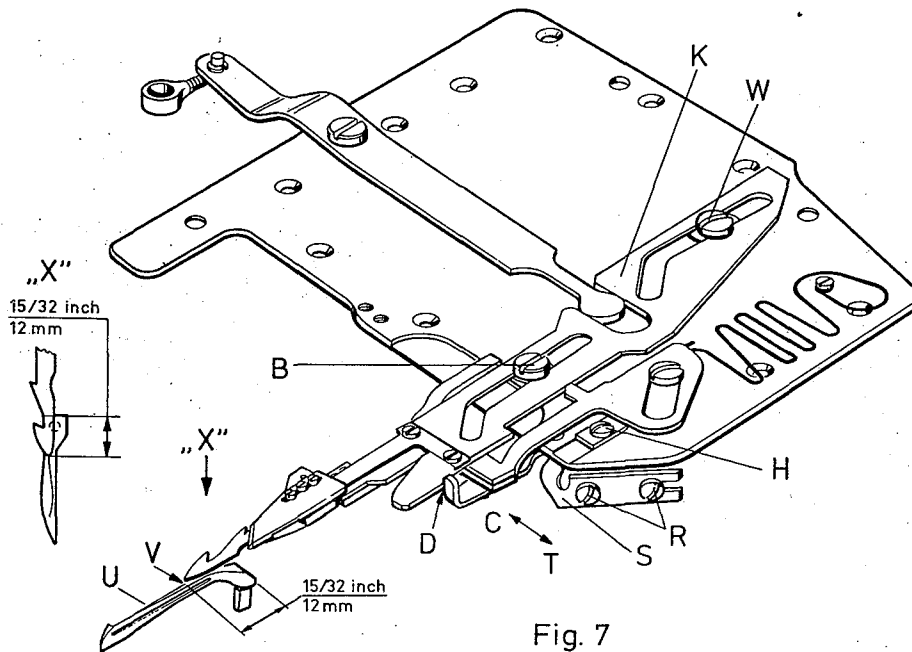
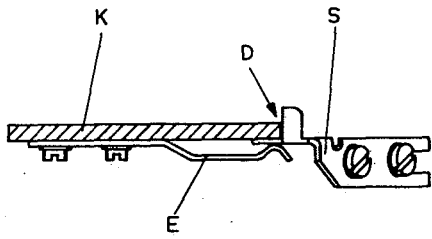
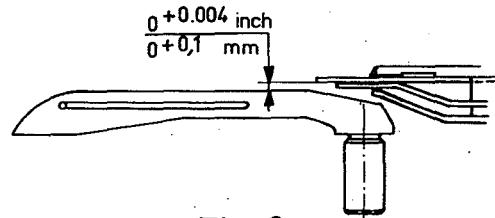

Fig. 7
Fig. 8
Fig. 9
- 6.1 Loosen screws (R, Fig. 7) and move guide (S) in direction of arrow to "T".
- 6.3 The lower knife tip and edge of looper (U, Fig. 7) coincide point (V, Fig. 7) when swinging lower knife to the left.
To obtain this setting loosen screw (W, Fig. 7) and rotate lower knife holder (K) around screw (B) until the lower knife tip is set correctly at point "V". Retighten screw (W).
- 6.1 Lösen Sie die Schrauben (R, Fig. 7) und schieben Sie die Seitenführung (S) in Pfeilrichtung nach "T".
- 6.3 Die Untermesserspitze und die Greiferkante (U, Fig. 7) decken sich während des Einschwenkens des Untermessers im Punkt (V, Fig. 7).
Zur Einstellung löst man die Schraube (W, Fig. 7) und dreht den Untermesserträger (K) um die Schraube (B) bis die Untermesserspitze in der richtigen Stellung bei "V" steht. Ziehen Sie die Schraube (W) wieder an.
- 6.4 Swing KLIPP-IT until the lower knife tip reaches point (V, Fig. 7). Now move guide (S, Fig. 8) in direction of arrow to "C" until it contacts the lower knife holder (K) at point "D" without deflecting it.
The height of the lower knife above looper blade (Fig. 9) can be adjusted simultaneously by lowering or raising guide (S, Fig. 8), as the guide (S, Fig. 8) is positioned between lower knife holder (K, Fig. 8) and spring (E, Fig. 8). Retighten screws (R, Fig. 7).
Note: Every time the screw (W, Fig. 7) is loosened for adjusting the lower knife tip, it is necessary to readjust the guide (S, Fig. 7).
- 6.4 Schwenken Sie den KLIPPAB ein bis die Untermesserspitze im Punkt (V, Fig. 7) steht. Jetzt schieben Sie die Seitenführung (S, Fig. 7) in Pfeilrichtung nach "C" bis sie im Punkt "D" am Untermesserträger (K), ohne zu drücken, anliegt.
Gleichzeitig wird mit der Seitenführung (S, Fig. 8), durch Verschieben nach oben oder unten, die Höhe des Untermessers über dem Greifferrücken eingestellt (Fig. 9), da die Seitenführung (S, Fig. 8) zwischen Untermesserträger (K, Fig. 8) und Feder (E, Fig. 8) liegt. Ziehen Sie die Schrauben (R, Fig. 7) wieder an.
Beachten Sie: Nach jedem Lösen der Schraube (W, Fig. 7) zum Einstellen der Untermesserspitze, muß die Seitenführung (S, Fig. 7) neu eingestellt werden.